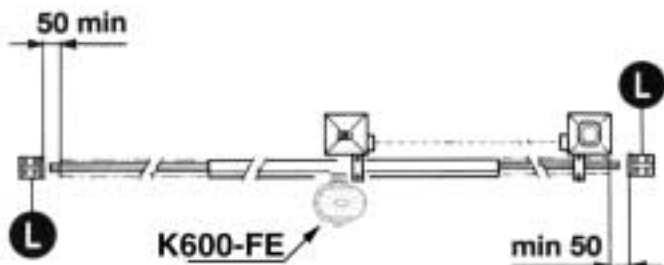
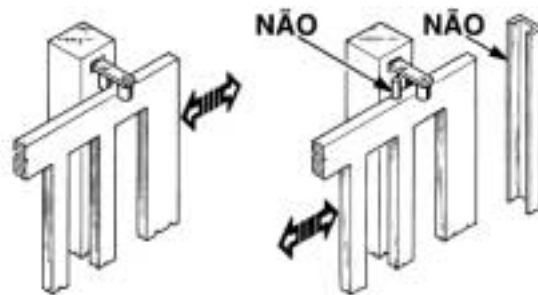

Fig. 1
Fig. 2
La guía debe tener un tope mecánico en cada extremo (P, Fig. 1). Las columnas tener guías montadas en la parte superior para evitar el descarrilamiento (Fig. 2).
N.B. Eliminar los topes mecánicos del tipo indicado en la Fig. 2.